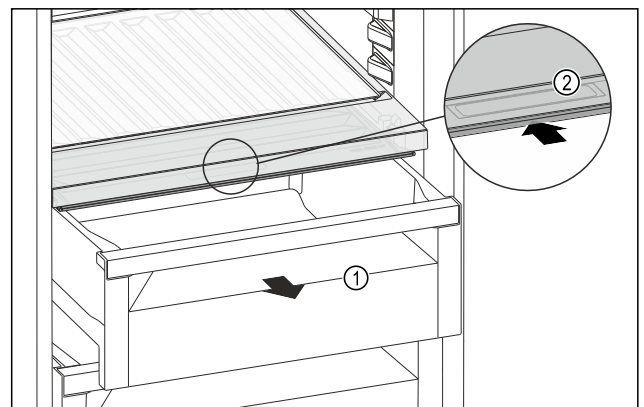

Fig. 117
- ▶ Schubfach Fig. 117 (1) herausziehen.
- ▶ Griffmulde Fig. 117 (2) am Fachdeckel anfassen und Fachdeckel gleichzeitig nach hinten schieben.